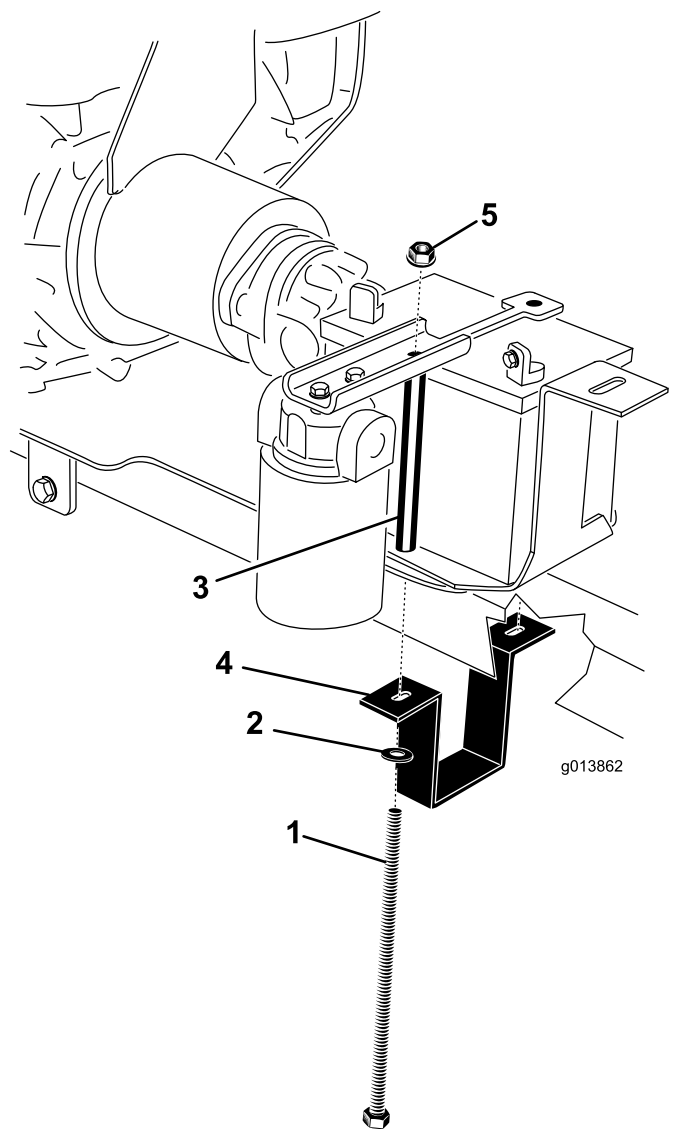

Figura 8
22. Regolate la staffa di montaggio motore in modo che sia vicina all'attacco di traino. Serrate a fondo i due bulloni fissando le staffe di montaggio del motore alla piastra di montaggio del motore (Figura 8).
24. Posizionate la batteria sul vassoio della batteria, sistemando i terminali come descritto in Figura 8.
25. Posizionate la tenuta della batteria sulla batteria (Figura 8).
26. Tenete la cinghia di montaggio della batteria attorno alla parte inferiore del tubo di attacco (Figura 8).
27. Sul lato destro, inserite un bullone della batteria attraverso rondella, cinghia di tenuta della batteria, piastra di montaggio motore, vassoio batteria e tenuta. Installate senza serrare un dado flangiato (Figura 8).
28. Sul lato sinistro, inserite un bullone della batteria attraverso rondella, cinghia di tenuta della batteria, piastra di montaggio motore, vassoio batteria, tubolare batteria e tenuta. Installate senza serrare un dado flangiato (Figura 8).